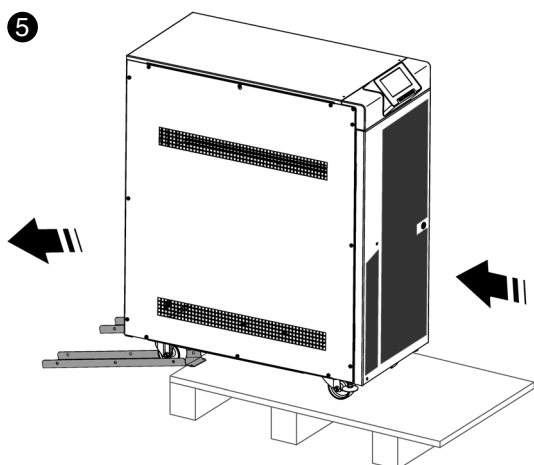

Fig. 26. Descenso del equipo del palet.
- ❺ Proceder a bajar el equipo del palet (Fig. 26).